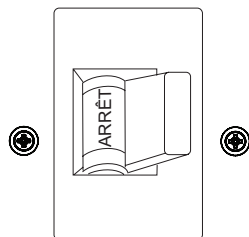

Figure 13. Disjoncteur principal (ARRÊT)
2. **NE JAMAIS** démarrer le moteur avec le disjoncteur principal en position **MARCHE**. Toujours mettre le disjoncteur (Figure 13) en position **ARRÊT** avant de démarrer.